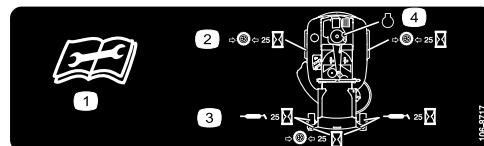

Bild 25
3. Reinigen Sie die Schmiernippel (Bild 24 und Bild 25) mit einem Lappen. Kratzen Sie bei Bedarf Farbe vorne von den Nippeln ab.
4. Setzen Sie die Fettpresse nacheinander an allen Nippeln an (Bild 24 und Bild 25). Fetten Sie die Nippel, bis das Fett beginnt, aus den Lagern auszutreten.